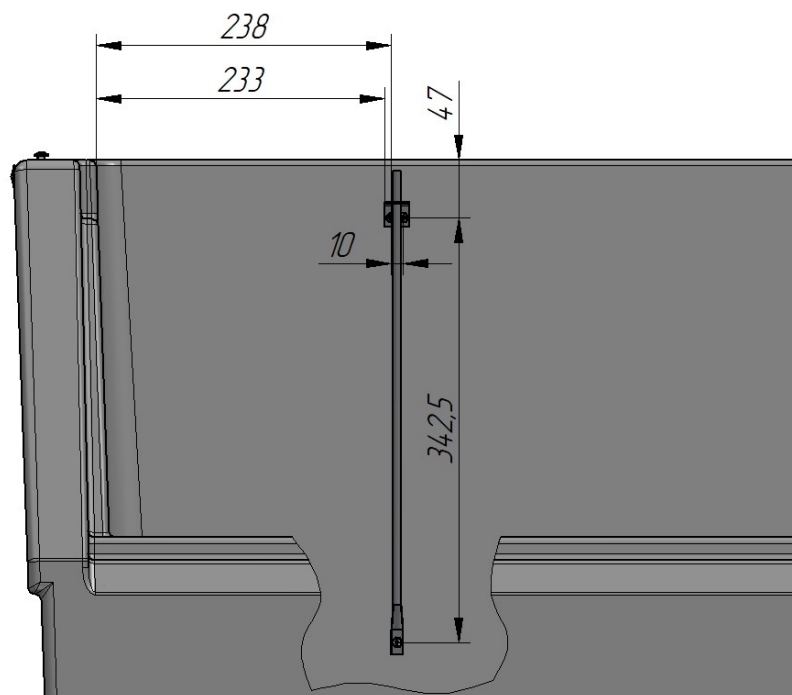

Рис. 2 Установка трубки датчика уровня льда в бункер
4.6 Установить трубку датчика уровня льда в бункер согласно «Инструкции на установку датчика уровня льда» и рис. 2. Для этого необходимо просверлить три отверстия $\varnothing 2,5$ – 3 мм, смазать герметиком, установить кронштейн крепления трубки датчика и трубку датчика уровня льда на три самореза DIN7504-4,2 A2 (входят в комплект поставки льдогенератора).